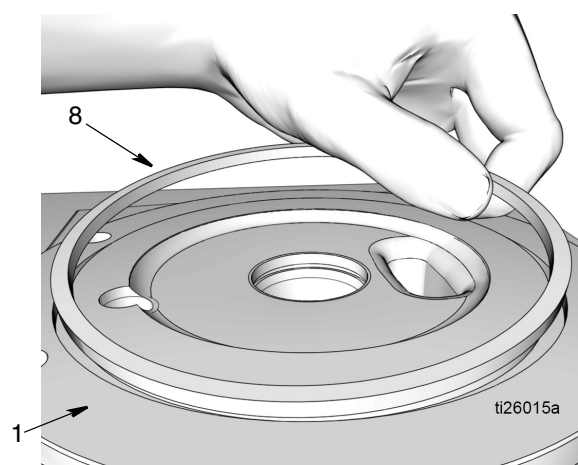

FIG. 48
7. Appliquer une mince couche de graisse sur le joint à section carrée (8). Poser le joint à section carrée (8) dans la gorge de la base de la pompe (1) comme indiqué à la FIG. 48.